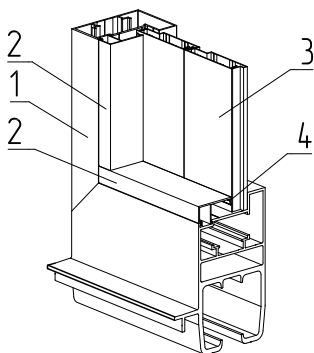

Рис. 31. Установка штапиков с уплотнителем FRK12:
1. По контуру установить штапики 2 совместно с уплотнителем 4 (рис. 31).